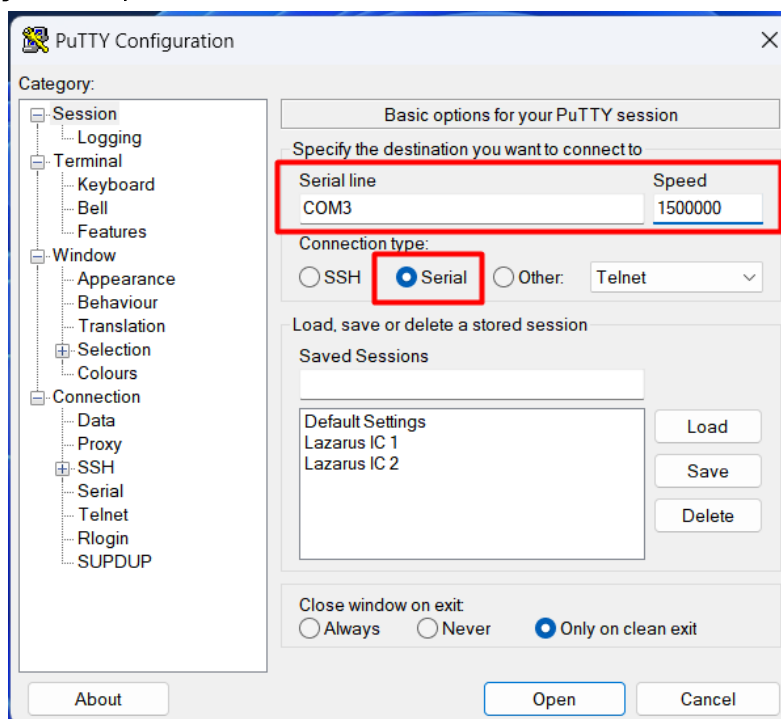

Рисунок 2.4 – Настройки утилиты PuTTY для подключения к Изделию
5. Запустить на ПК утилиту PuTTY либо ее аналог. В поле программы «Connection type» выбрать пункт «Serial». В поле «Serial Line» указать порт, определенный в пункте 4. В поле «Speed» указать значение равное 1 500 000. Нажать кнопку «Open» (рисунок 2.4).